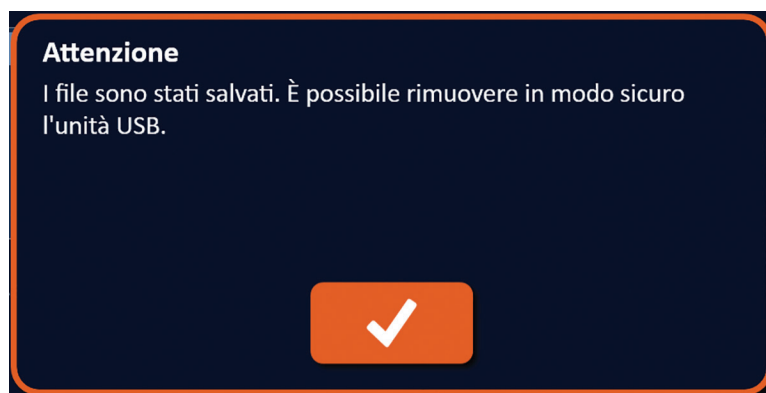

Figura 9.1.4: Popup dei file di procedura salvati
4. Fare clic sul pulsante  per salvare una copia dei file di procedura sul dispositivo di archiviazione USB e chiudere la finestra di dialogo Esporta. Una volta esportati i file, viene visualizzato un popup di Attenzione, Figura 9.1.4, e il dispositivo di archiviazione USB può essere rimosso in modo sicuro.